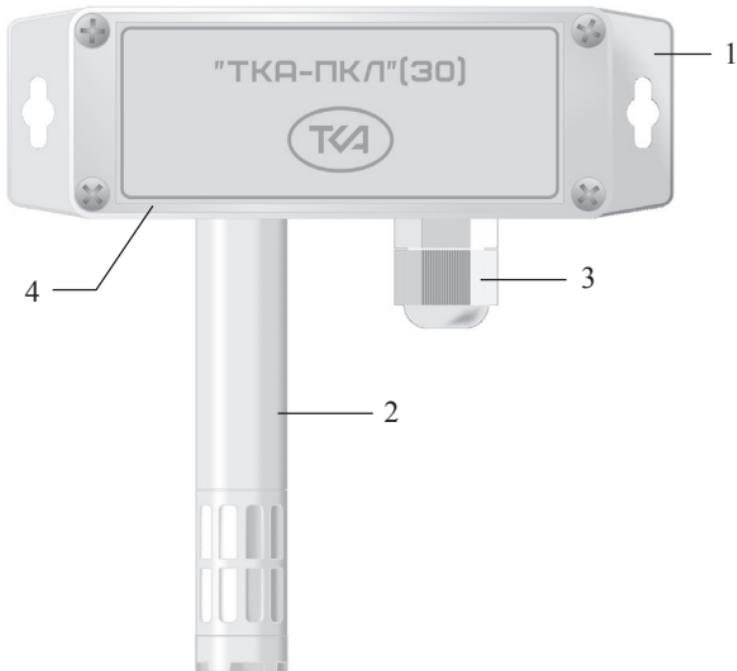

Рис.1 – Внешний вид прибора
5.1 Конструктивно прибор выполнен в виде единого блока со съемной верхней крышкой, а наличие фланцев у корпуса прибора расширяет возможности при его монтаже. На нижнем торце корпуса прибора установлены зонд с датчиками измеряемых параметров (2, Рис.1) и кабельный ввод (3, Рис.1) для подключения к измерителю кабеля питания и передачи данных по интерфейсу RS-485, благодаря чему измеритель-регистратор может быть использован как ведомое устройство в промышленных сетях Modbus. Для обеспечения работоспособности измерителя-регистратора необходимо подключить линии А, В интерфейса RS-485, подать напряжение питания и присвоить сетевой адрес данному устройству. Так как прибор реализован в пыле-